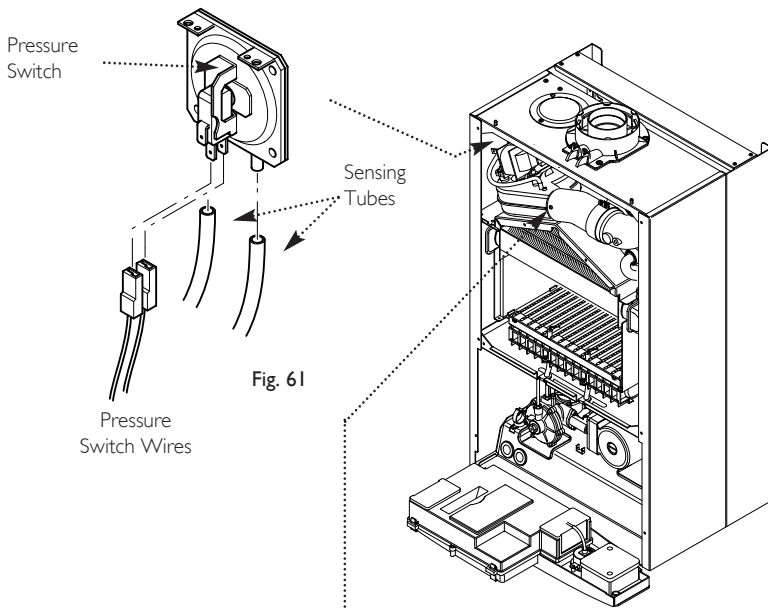

Fig. 61
14.2 Pressure Switch (Fig. 61)